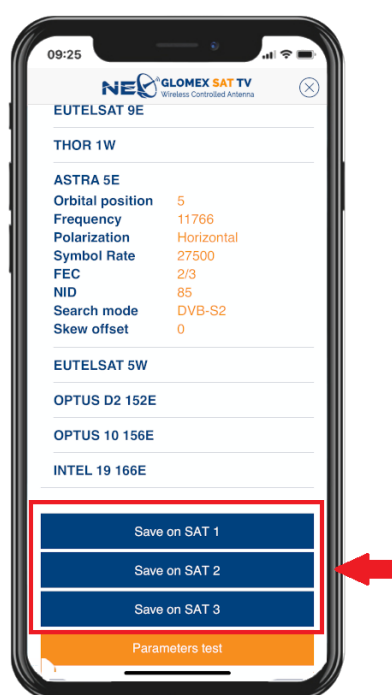

Fig. 44
- 1) Impostare il satellite selezionato in uno delle tre posizioni dell'unità di controllo (**Fig. 44**).